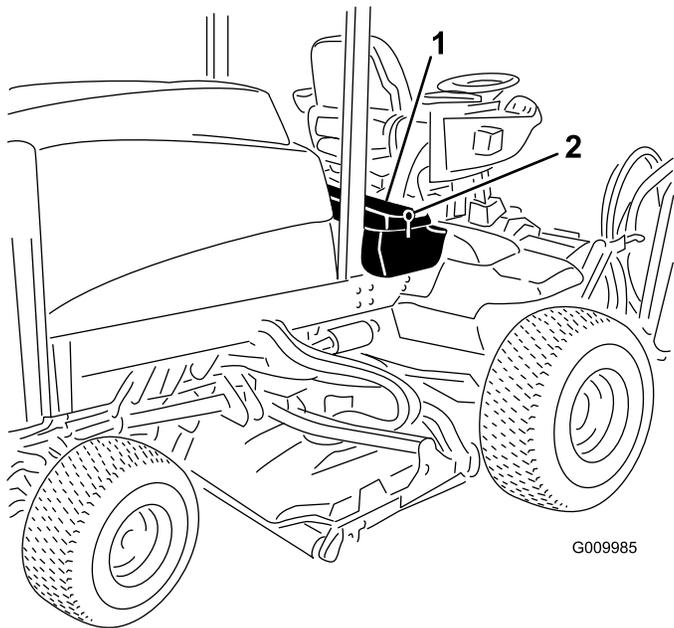
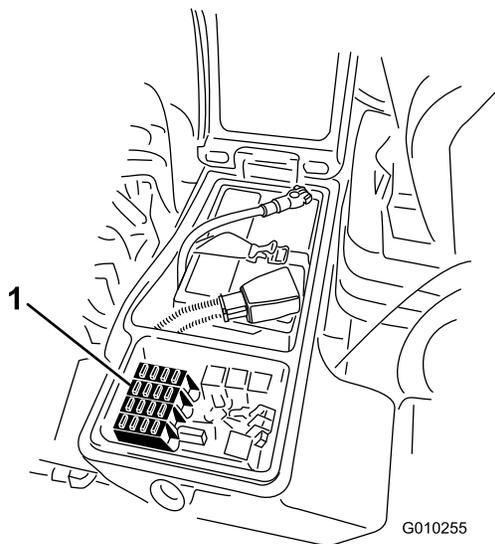

Figure 54
Figure 55
- Ouvrez le verrou du couvercle du bac de rangement droit et soulevez le couvercle (Figure 54) pour exposer le porte-fusibles (Figure 55).
- Remplacez le(s) fusible(s) dans les emplacements libres selon les besoins (Figure 55).
- Refermez le couvercle du bac de rangement droit et fixez-le avec le verrou (Figure 54).